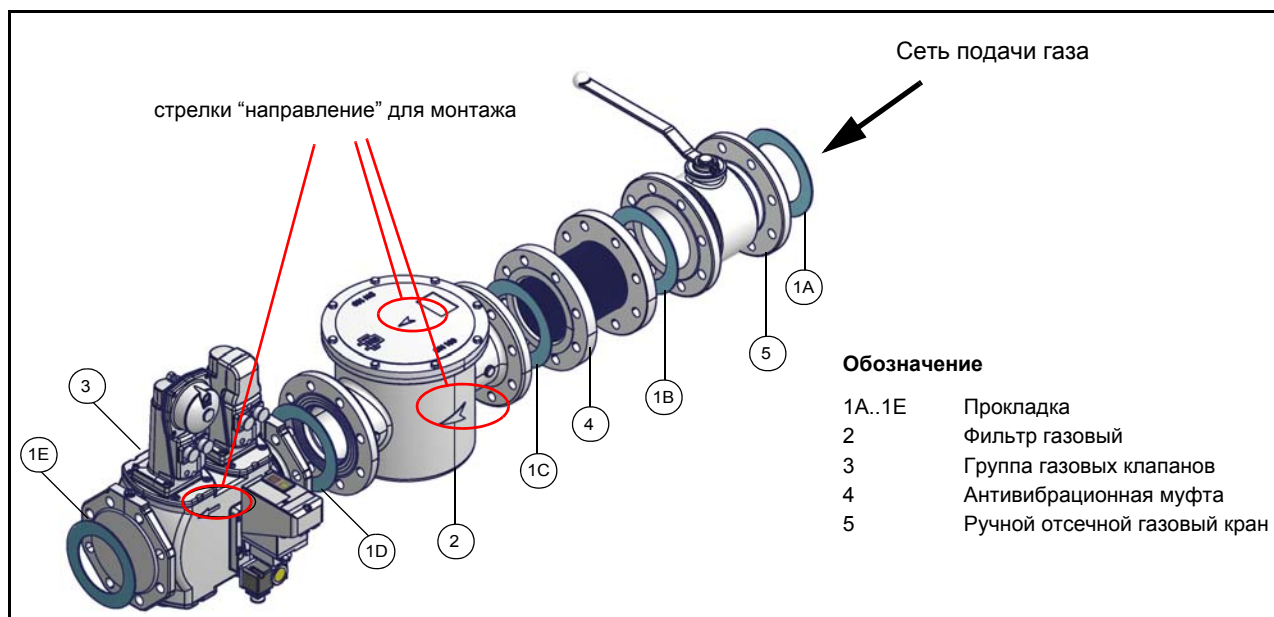

Рис. 5 - Пример газовой ramпы
- 1 - б) при фланцевых соединениях: между соседними компонентами устанавливать прокладку (1A..1E - Рис. 5), совместимую с используемым газом,
ВНИМАНИЕ: после монтажа газовой ramпы согласно схеме на Рис. 5, необходимо провести тестирование на герметичность газового контура, согласно требований действующих нормативов.